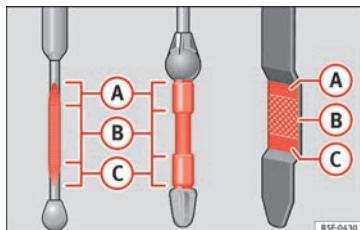

Fig. 236 Varilla de medición del nivel de aceite.
– A continuación, vuelva a extraerla y compruebe el nivel de aceite » **fig. 236**. En caso necesario, reponga aceite del motor.